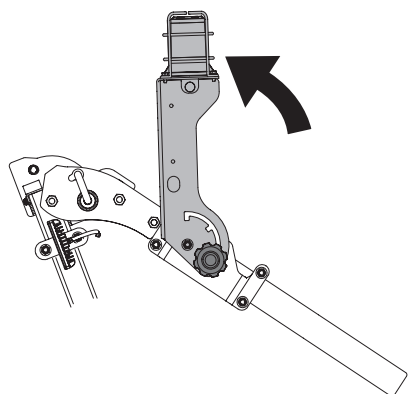
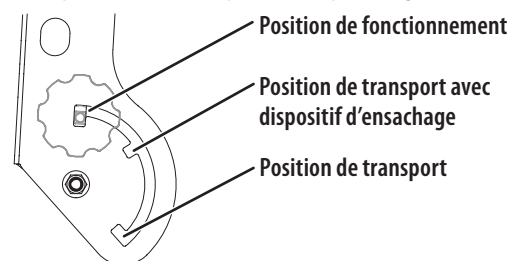

Fig. 26
Fig. 27
3. Tournez l'ensemble pour que le phare soit orienté vers le haut (Fig. 26).
NOTE : Dans l'Fig. 26 la SPCR est montrée en position de transport. Prenez note des réglages utilisés pour les différentes positions du phare (Fig. 27).